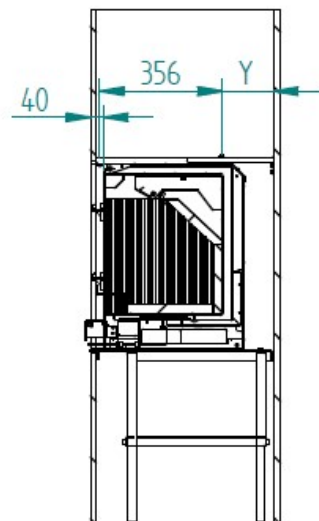

Figure 13 - Distance entre l'équipement et la face de la plaque de plâtre ou de la maçonnerie
11. Après avoir mis l'appareil en place, il doit y avoir une distance de 40 mm entre la face de la plaque de plâtre ou de la maçonnerie et la face avant de l'appareil, de sorte que lorsque vous poserez le cadre, il sera bien installé, Figure 13.